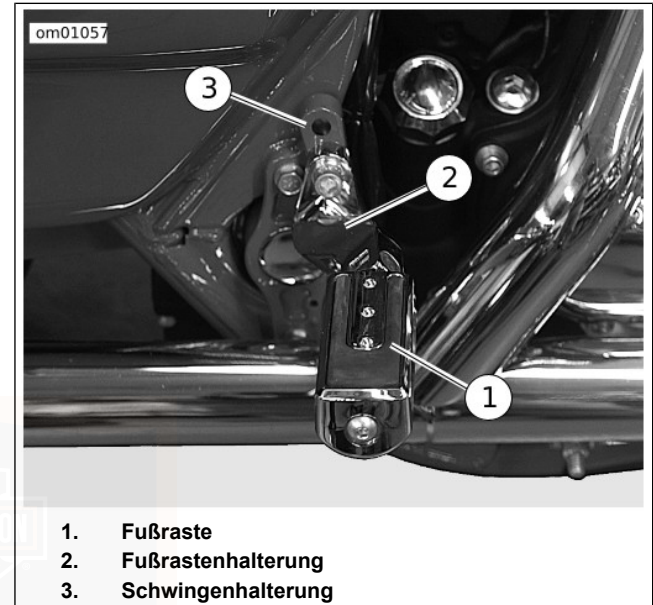

Abbildung 19. Sozium-Fußraste FLHRSE3
1. Siehe Abbildung 19. Die Innensechskantschraube mit Sicherungsscheibe entfernen, um die Fußrastenhalterung von der Hinterradschwingenhalterung abzunehmen.